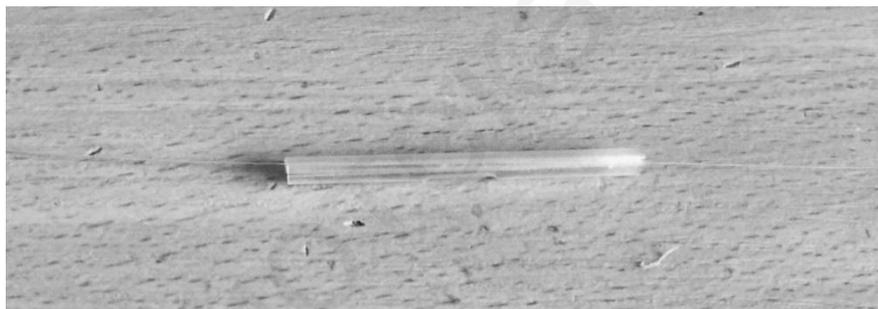

Рисунок 4.7 – Гильза КДЗС
- 3 Надеть гильзу КДЗС РФ.4.074.001.ТУ на левый из свариваемых световодов (рисунок 4.7).